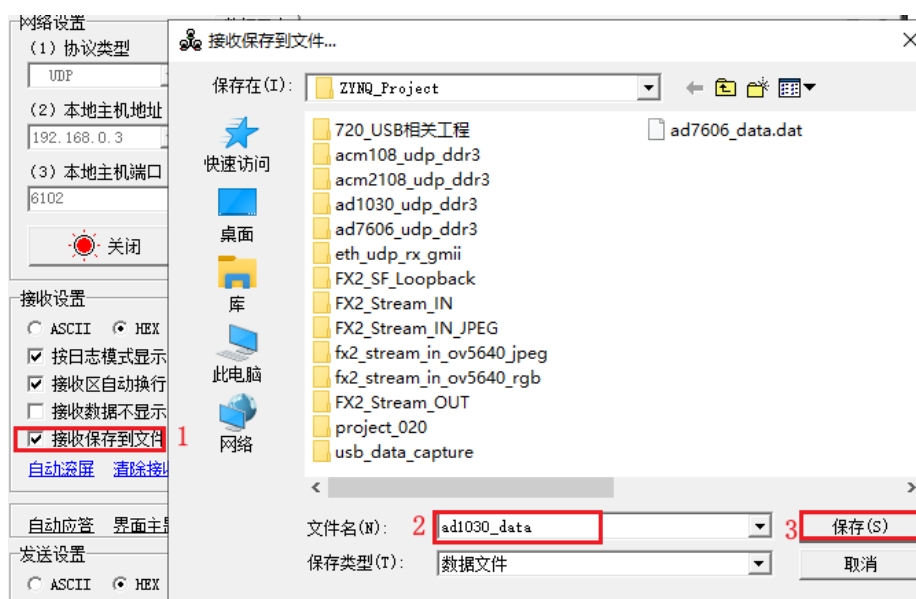

图 1-32 设置保存文件
6. 点击“接收保存到文件”这几个字，在弹出的界面中设置文件路径、文件名称，如下图 1-32 示。这样在数据接收完成之后会保存一个数据文件。方便后面进行分析。